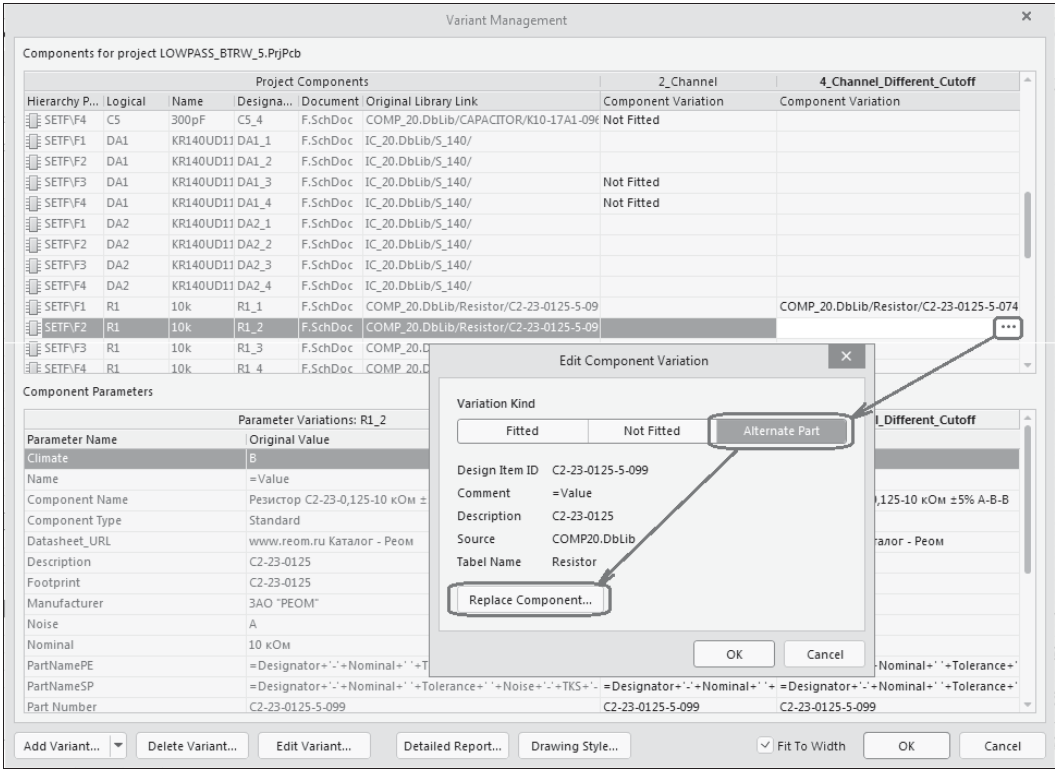
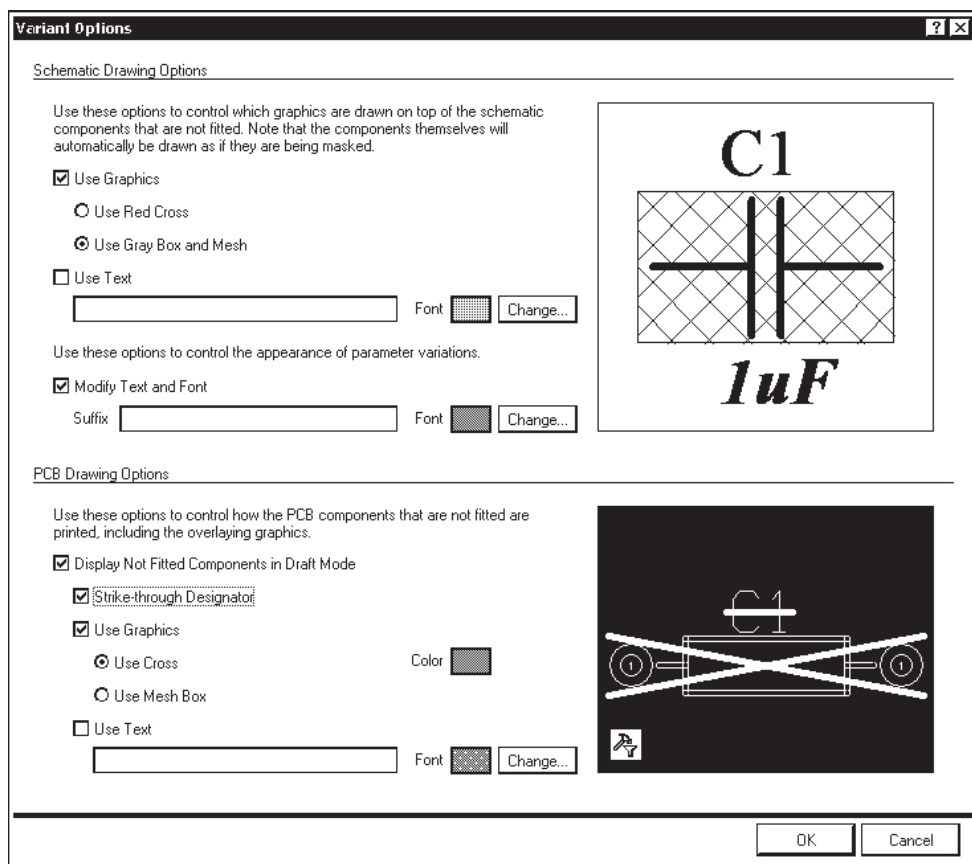

Рис. 7.32. Диалоговое окно управления с назначенными вариантами
Рис. 7.35. Настройка графического отображения исключаемых компонентов
В результате в диалоговое окно управления **Variant Management** добавляются поля, озаглавленные именами вариантов (рис. 7.32). На этой стадии состав и параметры компонентов альтернативных вариантов пока еще не редактировались — им присваивается признак **Fitted** (Используется), не обозначаемый на экране, — ячейки в колонках вариантов остаются пустыми1. В нижней части окна дублируется список параметров компонента, указанного курсором в списке базового варианта.
4. Для изменения статуса компонентов в новом варианте или замены компонента на альтернативный указать в колонке варианта на пустую ячейку и щелчком на кнопке  открыть диалоговое окно **Edit Component Variation** — оно откроется поверх окна **Variant Management**, как показано на рис. 7.32. В этом диалоговом окне доступны три варианта редактирования:
5. Щелчком на кнопке **OK** в окне **Edit Component Variation** заменить в ячейке выбранного варианта исходный компонент на найденный альтернативный (см. рис. 7.32).
Для изменения порядка следования вариантов в окне **Variant Management** (см. рис. 7.32) наведите курсор на заголовок варианта и переместите его при нажатой левой кнопке мыши в нужное положение в таблице.
Встречаются случаи, когда несколько альтернативных вариантов мало отличаются друг от друга, но сильно отличаются от базового. Чтобы уменьшить объем редактирования, можно щелчком на значке ▼ в правом конце кнопки **Add Variant** в окне **Variant Management** (см. рис. 7.32) вызвать команду клонирования варианта **Clone Selected Variant**, скопировать выбранный вариант и затем уже редактировать копию. При этом следует назначить имя и параметры создаваемой копии варианта.
1. Кнопкой **Drawing Style** в окне **Variant Management** (см. рис. 7.32) откройте диалоговое окно настройки стиля графического отображения варианта **Variant Options** (рис. 7.35). Окно разделено по вертикали на две секции, в которых формируется стиль обозначения компонентов, удаляемых из сборки альтернативного варианта в схеме и на печатной плате.
1. Выбрать курсором в окне **Variant Management** (см. рис. 7.32) обозначение компонента, подлежащего редактированию, — параметры выбранного компонента отобразятся в полях параметров базового и всех альтернативных вариантов.
В распечатку сборки Assembly Drawings передается вид выбранного варианта сборки. Компоненты, исключенные из сборки, в зависимости от настройки отображения, показанного на рис. 7.35, изображаются перечеркнутыми, накрытыми сеткой или не показываются вовсе (рис. 7.38).